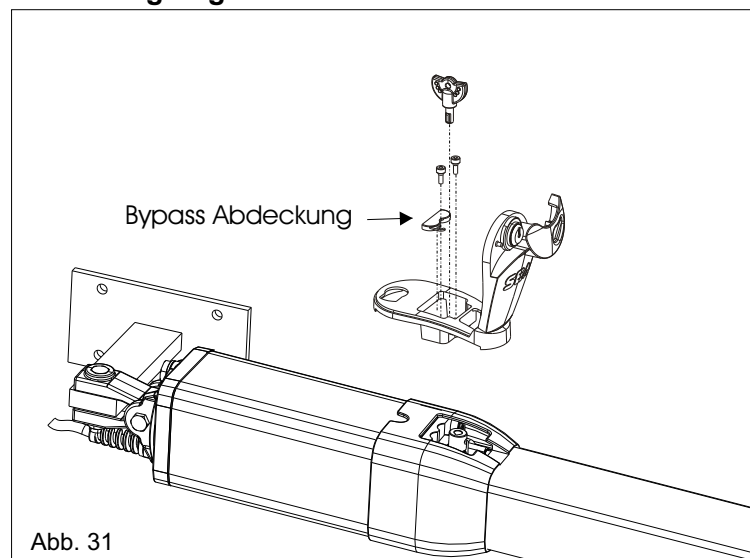

Abb. 31
**ACHTUNG:** Erst nach Beendigung aller Installationsarbeiten, Montage der Kolbenabdeckung und Eichung der Bypass Schrauben kann die Montage der Aluminiumentriegelung (wie in Abb. 31) durchgeführt werden.